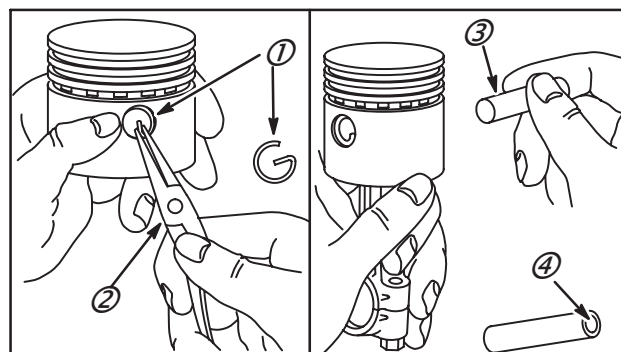

Fig. 2
1. Déposer un frein d'axe de piston (1) avec une paire de pinces à becs fins (2). Une extrémité de l'axe (3) est noyée (4) pour faciliter la dépose du frein, Fig. 2.